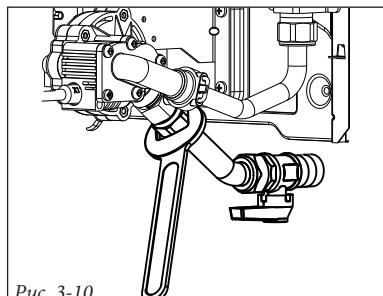

Рис. 3-10
- Сот соедините трубку подачи воды (Рис. 3-10);